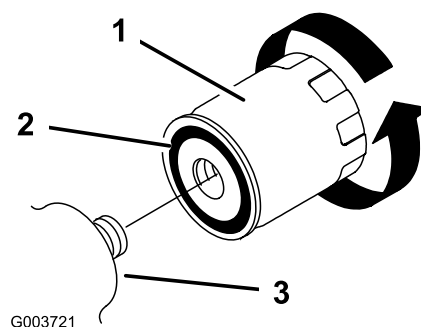

Figura 36
5. Remova o filtro de óleo antigo (Figura 36) e limpe a superfície da junta do adaptador do filtro.
6. Aplique uma fina camada de fluido hidráulico na junta de borracha dos filtros de substituição (Figura 36).
7. Coloque o filtro hidráulico de substituição no adaptador do filtro (Figura 36). Aperte-o no sentido dos ponteiros do relógio até que a junta de borracha toque no adaptador do filtro e, em seguida, aperte o filtro mais 1/2 volta.